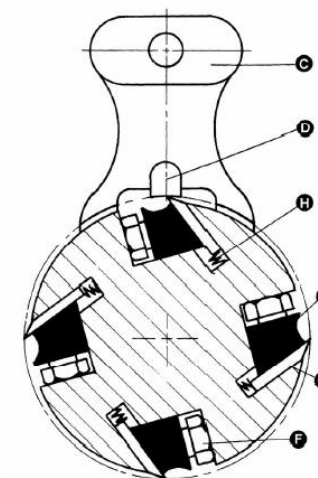

Рис. 19
3. Для контроля и регулировки ножей следует воспользоваться прилагаемым калибром для ножей (**Рис. 19 и 20**), проверять необходимо все четыре ножа. Ножи должны едва касаться низа центрального выступа (**Рис. 19, D**) калибра ножей.
4. При необходимости в регулировке одного или нескольких ножей слегка ослабить прижимную планку ножей (**Рис. 19, E**), вворачивая в планку шесть фиксирующих винтов (**Рис. 19, F**). Достаточно ввернуть винты для снятия усилия в режущей головке без нарушения настройки ножей. Выполнить это для всех остальных четырех ножей одновременно.
5. Поместив калибр над ножом (**Рис. 19, G**), продолжать ослаблять фиксирующие винты (**Рис. 19, F**) до тех пор, пока пружины (**Рис. 19, H**) не начнут поднимать нож.
- После соприкосновения ножа с центральным выступом (**Рис. 19, D**) калибра поджать
6. прижимную планку, слегка выворачивая шесть фиксирующих винтов (**Рис. 19, F**) к пазу.
8. После регулировки всех четырех ножей с поджатыми винтами, вывернуть и затянуть шесть фиксирующих винтов (**Рис. 19, F и 20**) к пазу, начиная с концевых винтов, затем центральными, до полного закрепления ножа в режущем валу. Тем же способом затянуть остальные три ножа.
3. Для снятия ножа ослабить прижимную планку (**Рис. 19, E** (вворачивая шесть фиксирующих винтов (**Рис. 19, F**) в прижимную планку. Снять прижимную планку (**Рис. 19, E**), нож (**Рис. 19, G**) и пружины (**Рис. 19, H**). **ПРИМЕЧАНИЕ:** две внутренние пружины могут выскочить при снятых ноже и прижимной планке.
8. Поставить на нож калибр для ножа (**Рис. 19, С**).
9. Удерживая калибр на ноже, ослабить шесть фиксирующих винтов (F), вворачивая их в прижимную планку (E) до тех пор, пока режущая кромка ножа не коснется выступа (D) калибра. Поджать прижимную планку, слегка выворачивая шесть фиксирующих винтов к пазу.
11. После регулировки всех четырех ножей с поджатыми винтами, вывернуть и затянуть шесть фиксирующих винтов (**Рис. 19, F**) к пазу, начиная с концевых винтов, затем центральными, до полного закрепления ножа в режущем валу. Тем же способом затянуть остальные три ножа.